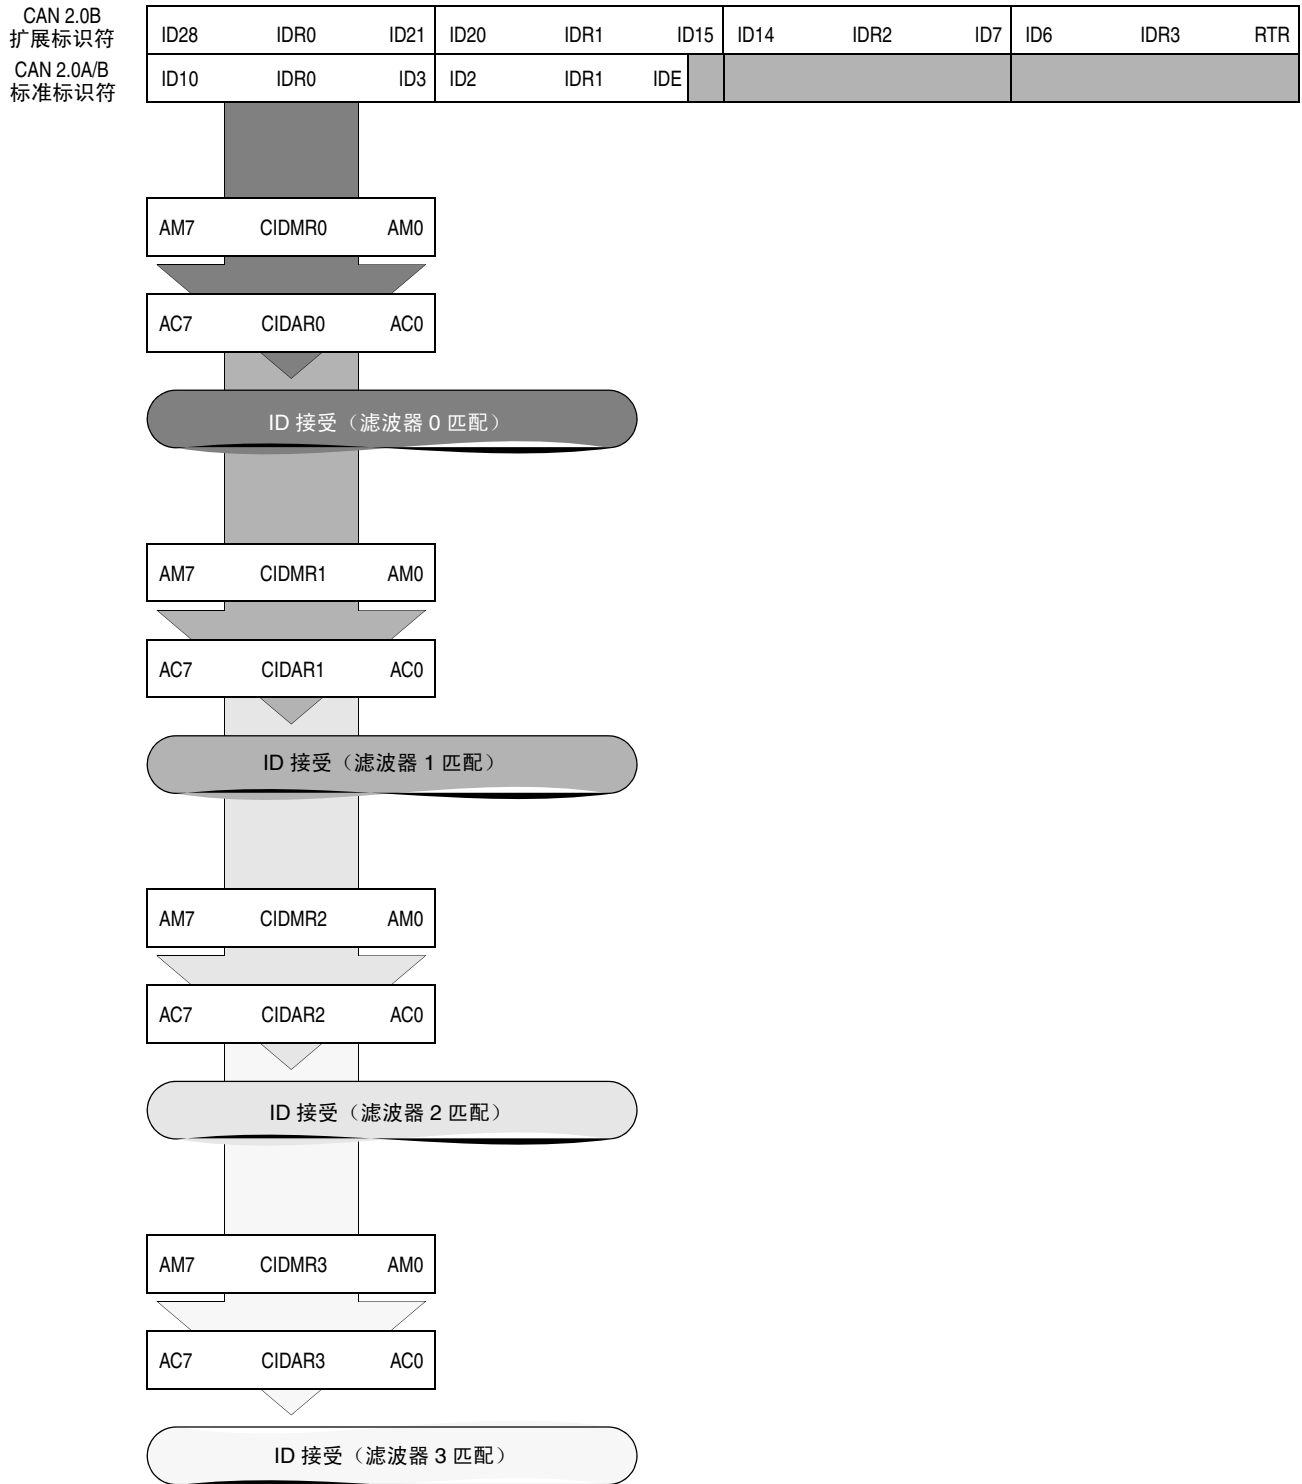

图 12-41. 8 位可屏蔽标识符接收滤波器
- 8 个标识符接收滤波器，每个应用于标识符的前 8 位。这种模式为符合 CAN 2.0A/B 的标准标识符或符合 CAN 2.0B 的扩展标识符的前 8 个位实施 8 个独立的滤波器。图 12-41 显示第一个 32 位滤波器页（CANIDAR0 - CANIDAR3、CANIDMR0 - CANIDMR3）如何产生滤波器 0-3 匹配。同样，第二个滤波器页（CANIDAR4 - CANIDAR7、CANIDMR4 - CANIDMR7）产生滤波器 4-7 匹配。